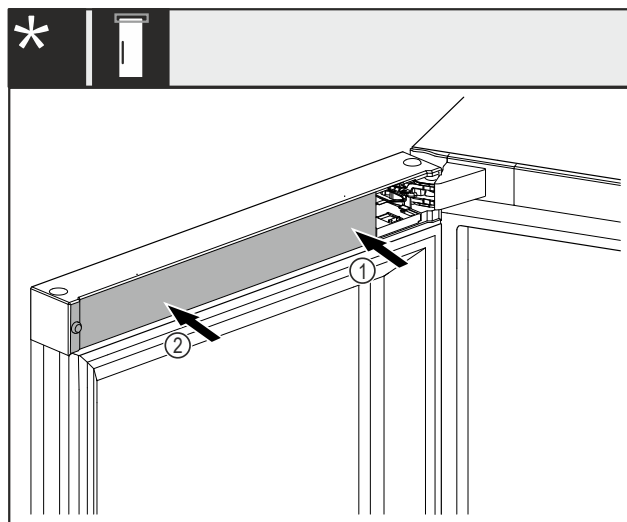

Fig. 50 *
- ▶ 将盖板 Fig. 50 (1)先放置到托架上并卡紧。*
- ▶ 将盖板 Fig. 50 (2)放置到外侧并卡紧。*